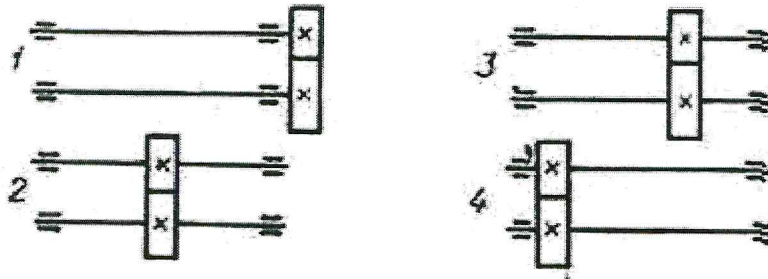

Рис.6.
**78. Для какой из приведенных передач следует назначить самый большой коэффициент распределения нагрузки по длине зуба (рис. 6)?**